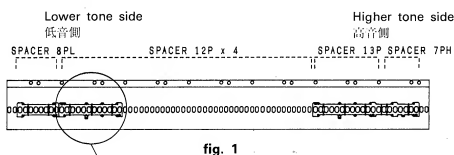
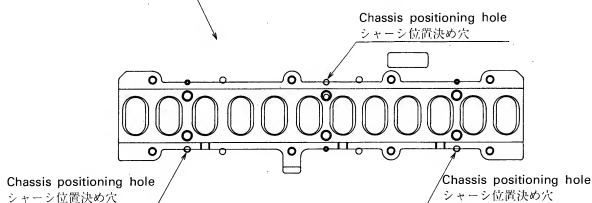

fig. 1
fig. 2
1) First, turn the chassis over, noting that the right- and left-hand sides are not reversed. Then, as shown in fig. 1, put one Spacer 8PL and four Spacers 12P in this order, starting on the left-hand side (lower tone side of the keyboard) according to the chassis positioning holes. (See fig. 2.) Similarly, put the Spacer 13P and Spacer 7PH on the right-hand side (higher tone side).
1) まず、シャーシを左右が逆にならないように裏返します。次に、fig.1 に示すように左側（鍵の低音側）より、先ず SPACER 8PL を 1 個、そして SPACER 12P を 4 個、シャーシの位置決め穴に合わせて順に置いていきます（fig.2 参照のこと）右側（高音側）には SPACER 13P、SPACER 7PH を同様に置いていきます。